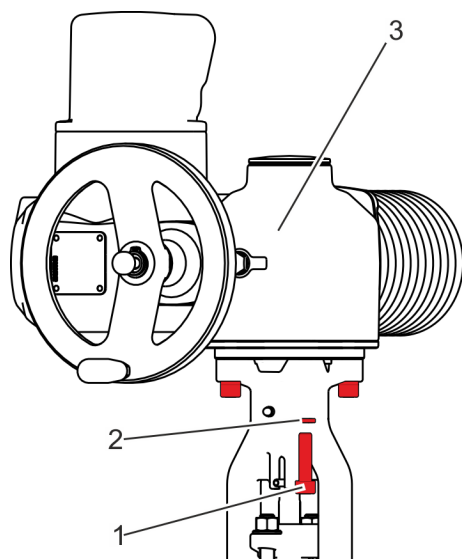

Fig. 38: Fijar el accionamiento eléctrico
10. → Fije el accionamiento eléctrico (Fig. 38/3) al bonete con tornillos (Fig. 38/1) y arandelas (Fig. 38/2).
Apriete los tornillos (Fig. 38/1) siguiendo las indicaciones del fabricante.